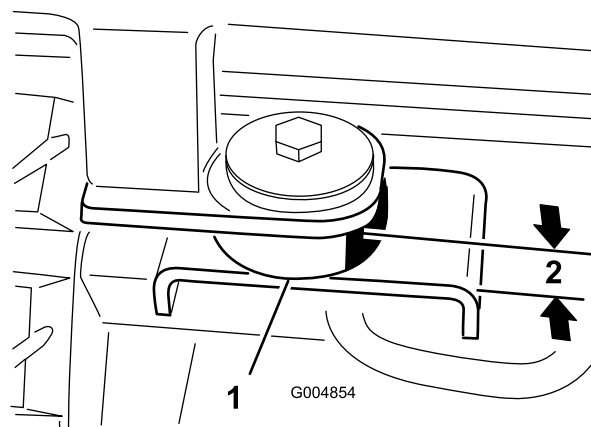

Figura 42
11. En los puntos de montaje traseros, sujete la cabina a la máquina con un perno (1/2 x 3 pulgadas), una arandela de acero (1/2 x 2-1/2 pulgadas), una arandela de goma (1/2 x 2-1/2 pulgadas) y una tuerca (1/2 pulgada) (Figura 42). Apriete los cuatro pernos de montaje de la cabina hasta que los tacos de goma queden comprimidos a un grosor de 7/8 pulgada (2,2 cm).